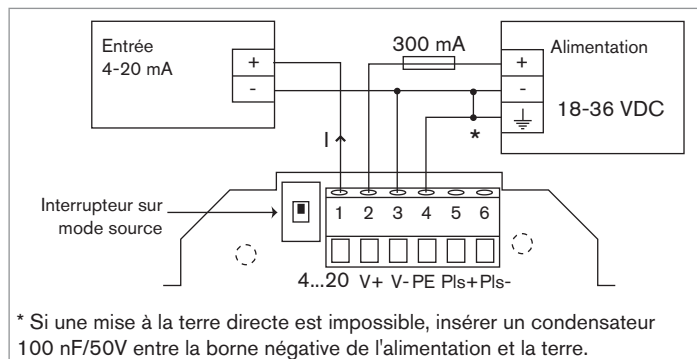
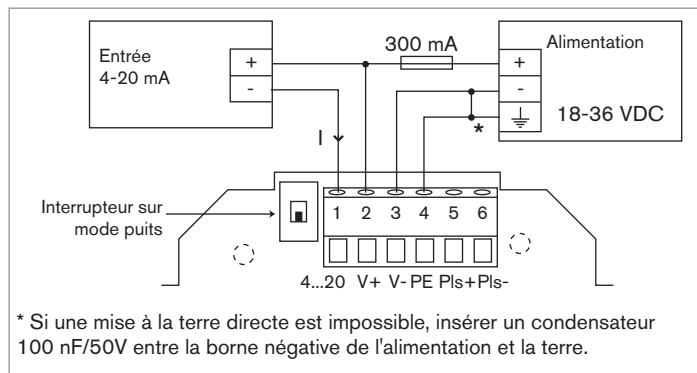

Fig. 16 : Raccordement sortie courant en mode source
Fig. 17 : Raccordement sortie courant en mode puits
- Positionner l'interrupteur de la carte électronique sur la position mode source ou mode puits (voir Fig. 16 ou Fig. 17).
- Raccorder la sortie 4-20 mA en mode source (voir Fig. 16) ou en mode puits (voir Fig. 17).
- Effectuer une mise à la terre (voir Fig. 16 ou Fig. 17).